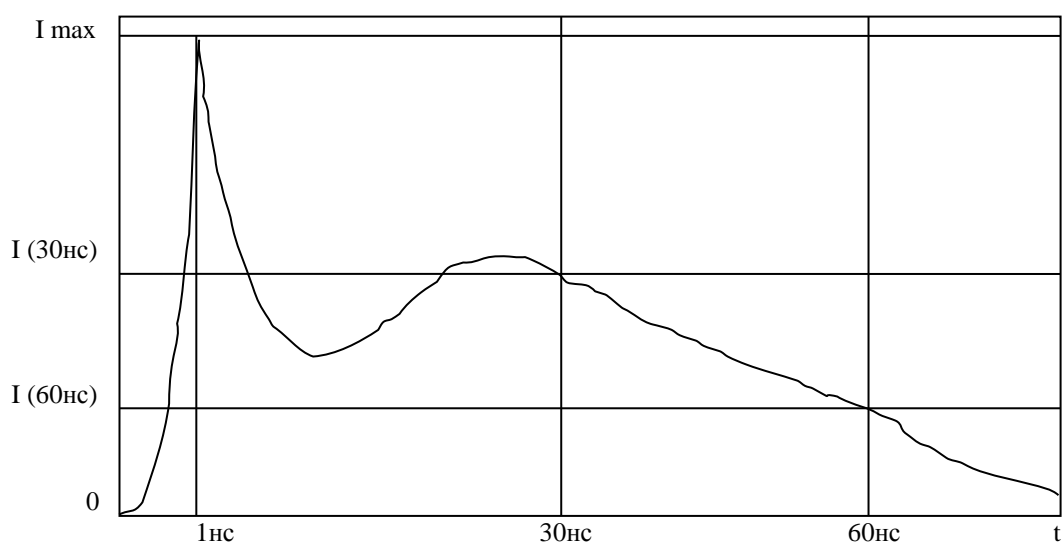

Рис.1 Форма импульса разрядного тока при контактном разряде.
• форма импульса разрядного тока при контактном разряде	см. рис. 1